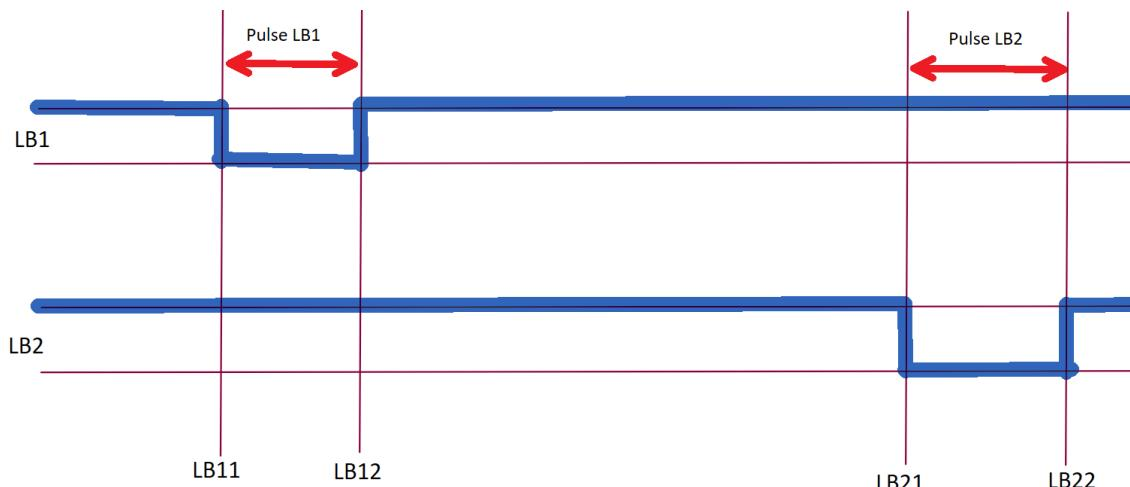

Abb. 3: Generierte Signale der Lichtschranke beim Durchflug eines Objekts abhängig der Zeit
Ein Druchlauf eines Objektes erzeugt dabei die in Abb. 3 gezeigten Signale.
**Beim Arduino UNO müssen die Lichtschranken dafür zwingend auf Pin 2 und 3 angeschlossen sein. Weiter muss zuerst die Lichtschranke 1 danach Lichtschranke 2 ausgelöst werden.** Dies liegt daran, dass beim Durchlauf von LB22 das Flag `LBinterrupted` gesetzt wird. Werden die Lichtschranken vertauscht, erfolgt die Auslösung an der Position LB12 (vgl. Abb. 3)
Dies ergibt gesamt 4 Messwerte für LB11, LB12, LB21 und LB22 wie in Abb. 3 gezeigt. Diese werden im Array `passingtime` gespeichert.